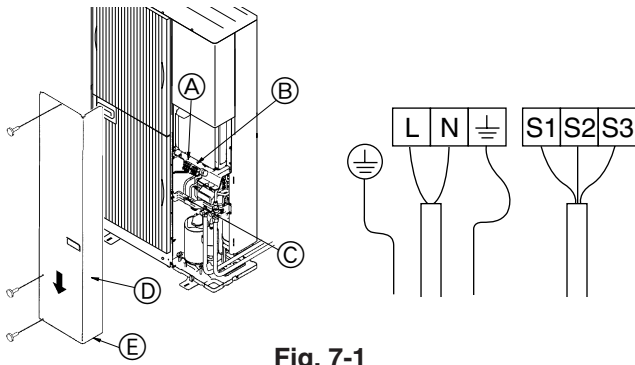

Fig. 7-1
7.1. Unidad exterior (Fig. 7-1)
- ① Extraiga el panel de servicio.
- ② Efectúe el cableado según se muestra en la Fig. 7-1.
- (A) Tierra del terminal
- (B) Bloque de terminales
- (C) Grapa
- (D) Panel de servicio
- (E) Enrute los cables de modo que no entren en contacto con el centro del panel de servicio o la válvula de gas.